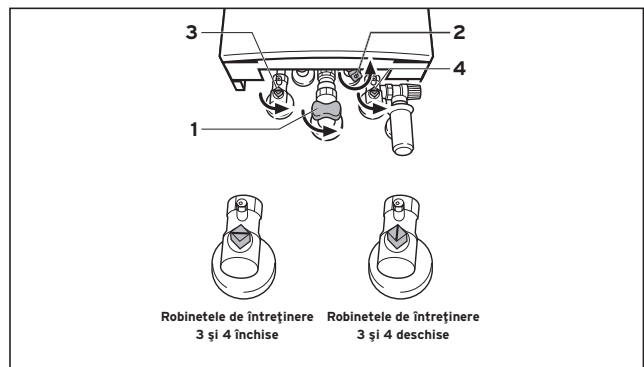

Fig. 3.3 Deschiderea dispozitivelor de blocare (VU/VUW 356)
3.2.1 Deschiderea dispozitivelor de blocare (fig. 3.3 și 3.4)
- Deschideți robinetul de gaz (1) prin apăsare și rotire în sens contrar acelor de ceasornic până la limita de oprire.
- La varianta de aparat VUW: deschideți robinetul de alimentare cu apă rece (2) prin rotire în sens contrar acelor de ceasornic până la limită.
- Controlați dacă robinetele de inspecție de pe tur (3) și retur (4) sunt deschise. Acest lucru se întâmplă când creștătura de pe cheia pătrată a robinetelor coincide cu direcția conductei. Dacă robinetele sunt închise, acestea pot fi deschise cu ajutorul unei chei fixe printr-un sfert de rotație către dreapta sau stânga.